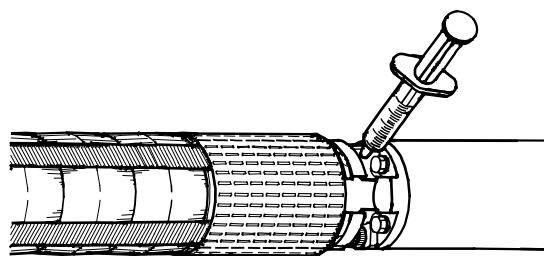

Fig. 7 Position de la vis de remplissage
1. Soulever le filtre devant la soupape en haut du moteur en utilisant un tournevis. Si le filtre est rainuré, dévisser. La position de la vis de remplissage est indiquée fig. 7.
2. Presser la seringue de remplissage contre la soupape et injecter le liquide, fig. 7. Si le cône de soupape est abaissé trop rapidement, celui-ci peut être endommagé et la soupape fuira.